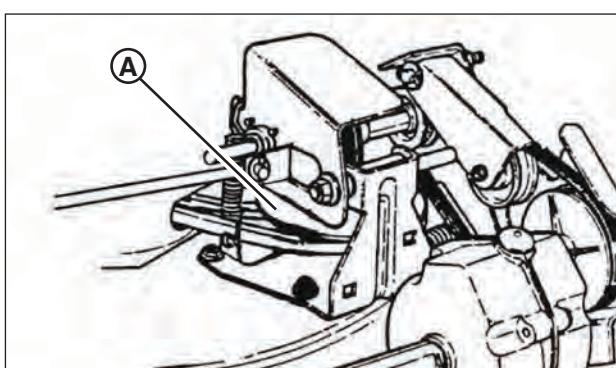

Figure 17 : Emplacement du disque d'entraînement
**REMARQUE :** Ne pas renverser de graisse ou d'huile sur la surface du disque d'entraînement (**A**, Figure 17).